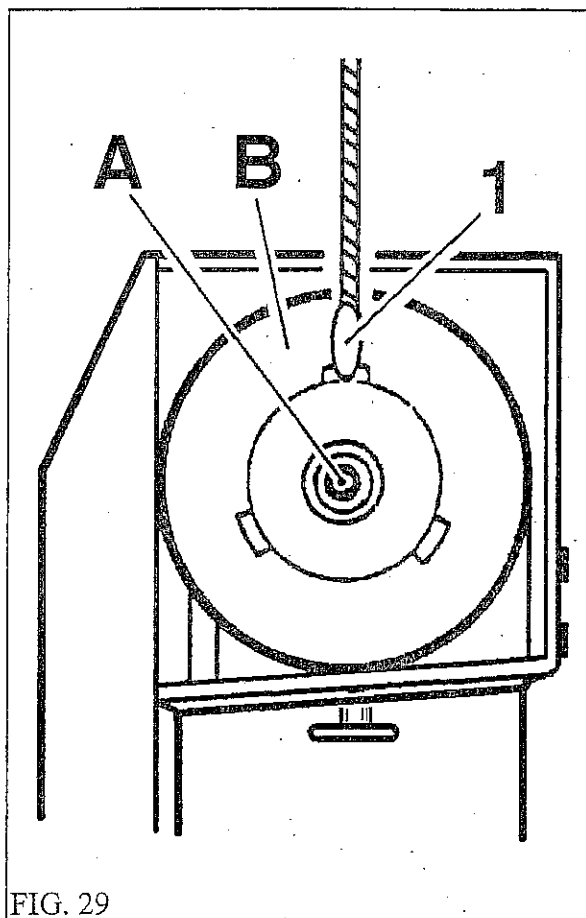

FIG. 29
- Ta bort skruven A (fig.29) och drivhjulet B (fig.29) från axeln för hand eller med hjälp av en utdragare.
På maskinerna med Ø700-800-900 och med ett drivhjul som är väldigt tungt, är det lämpligt att stödja detta under utdragningsfasen med hjälp av ett block 1-fig.29 (eller något annat lyftmedel) eller att den hålls upp av två personer när den kommit helt utanför axeln, för att undvika att orsaka skador på föremål och/eller personer om den skulle falla ner.
- Sätt tillbaka drivhjulet på axeln och dra åt skruven A (fig.29)